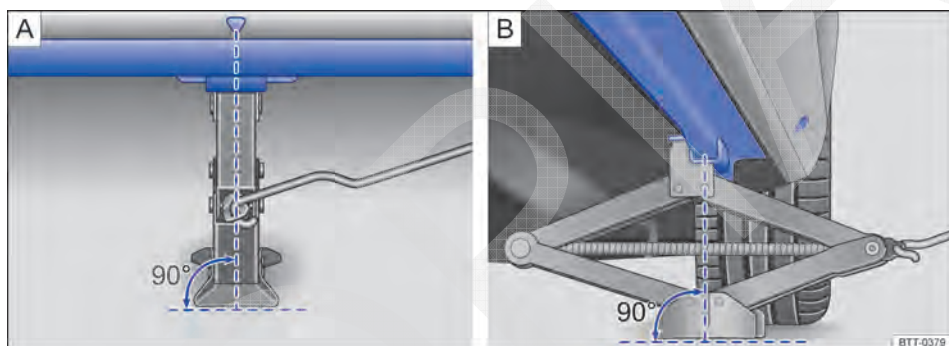

Fig. 240 Colocar o macaco sanfona no lado esquerdo traseiro do veículo.
O macaco somente pode ser posicionado nos pontos de recepção indicados, nas marcação da carroceria $\Rightarrow$ Fig. 240. É válido o ponto de apoio localizado próximo à roda correspondente $\Rightarrow$.
6. Procurar sob o veículo o ponto de recepção do macaco $\Rightarrow$ Fig. 240 mais próximo da roda a ser trocada.
8. Garantir que a base do macaco, com toda sua superfície, esteja sobre o chão e que a base se encontre perpendicularmente abaixo do ponto de colocação ⇒ Fig. 240.
9. Alinhar o macaco e, simultaneamente, levantar a garra do macaco até ela se encaixar na travessa debaixo do veículo ⇒ Fig. 240.
- Posicionar o macaco somente nos pontos indicados. A garra do macaco deve se encaixar no perfil da longarina de forma segura ⇒ Fig. 240.